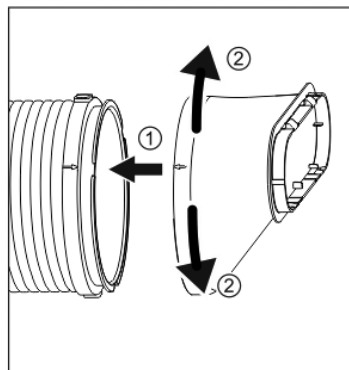

Fig. 2
3.Utilizzare lo stesso metodo per collegare l'uscita del tubo e il tubo (Fig. 2)